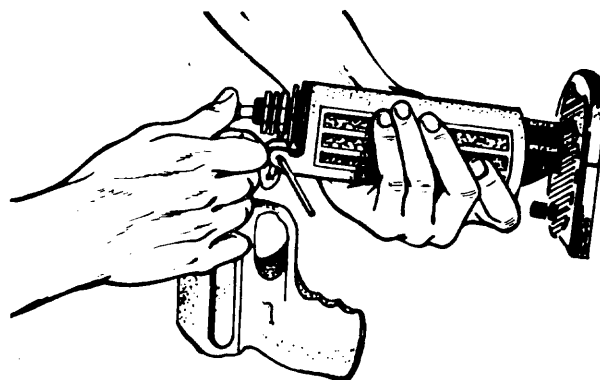

Fig. 4
- d Coloque el fulminante. (Fig. 4).